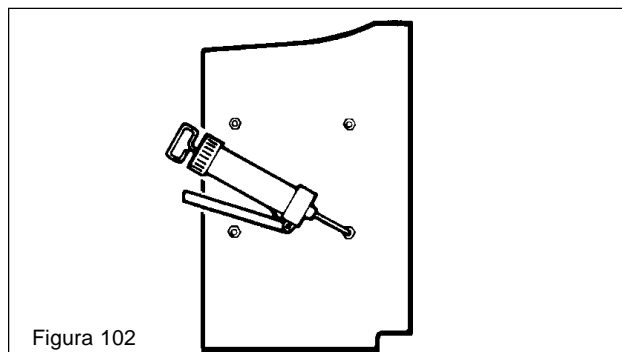

Figura 102
- i. Engrase el rodamiento delantero y trasero por medio de conexiones de engrase hasta que se vea grasa alrededor de los conjuntos de esfera. Vea la figura 102